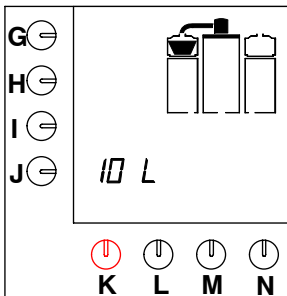

Fig. 7 Tempo de gotejamento
- Assim que o recipiente de café estiver completo, o suporte do filtro irá piscar no visor, a indicar o tempo de gotejamento (consulte a fig. 7).